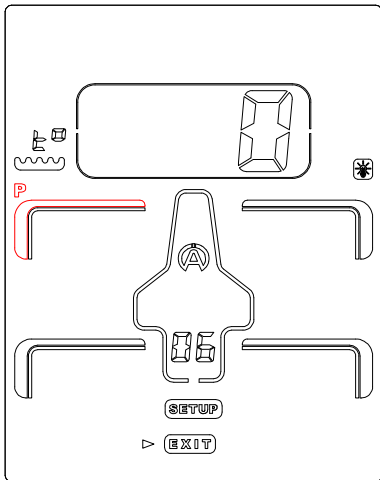

Figura 17
- 2) O primeiro Ícone "P" (pressão) no pneu frontal esquerdo aparece a piscar por predefinição (figura 17).